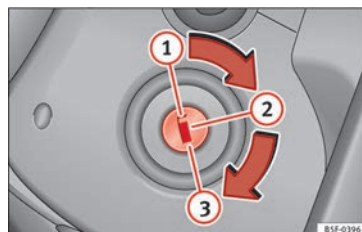

Abb. 186 Positionen des Zündschlüssels
- Drehen Sie den Zündschlüssel auf Position **1** » » **Abb. 186**.
- Ziehen Sie den Zündschlüssel in Stellung **1** » » **Abb. 186** ab » » **△**.